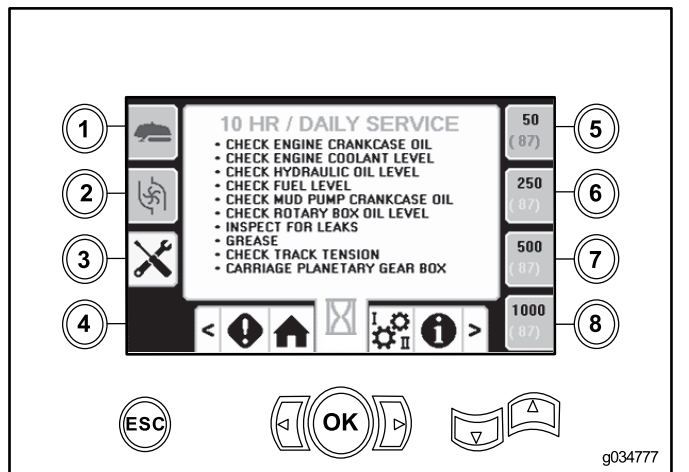

Figura 50
- Botón 3 – 10 horas/A diario(Figura 50)